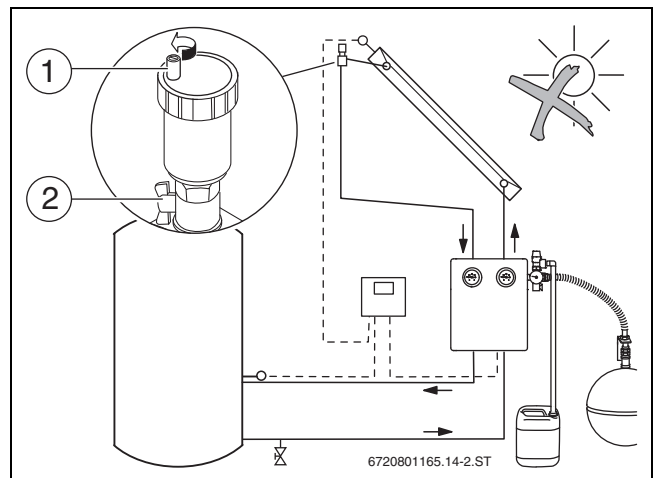

Bild 41 Entlüfter öffnen
- Rechten Kugelhahn [2] an der Solarstation und Kugelhahn am Entlüfter (→ Bild 41, [2]) schließen.